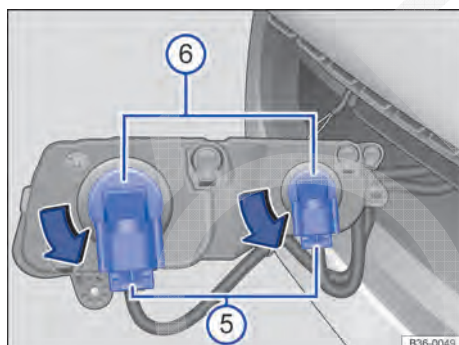

Fig. 252 Substituir a lâmpada incandescente no farol.
7. Destravar e retirar a tomada ⇒ Fig. 252 ⑤.
8. Girar a lâmpada incandescente ⑥ no sentido anti-horário até o batente e retirá-la.
12. Colocar a tomada ⑤ na lâmpada incandescente, até que ela se trave de maneira audível.